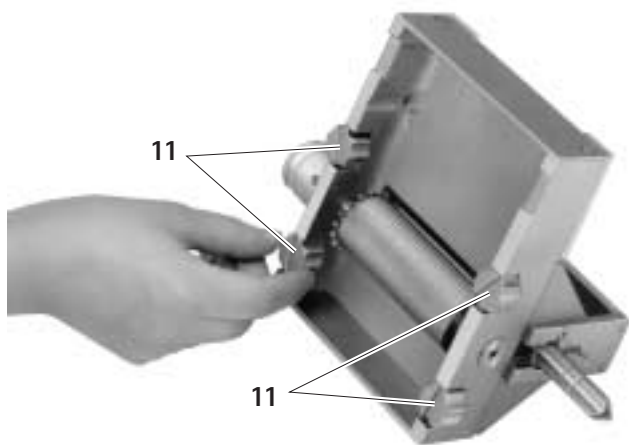

Abb. 1
- Schneidgerät **4** umdrehen, so dass die vier Schrauben **11** sichtbar werden, siehe Abb. 1.